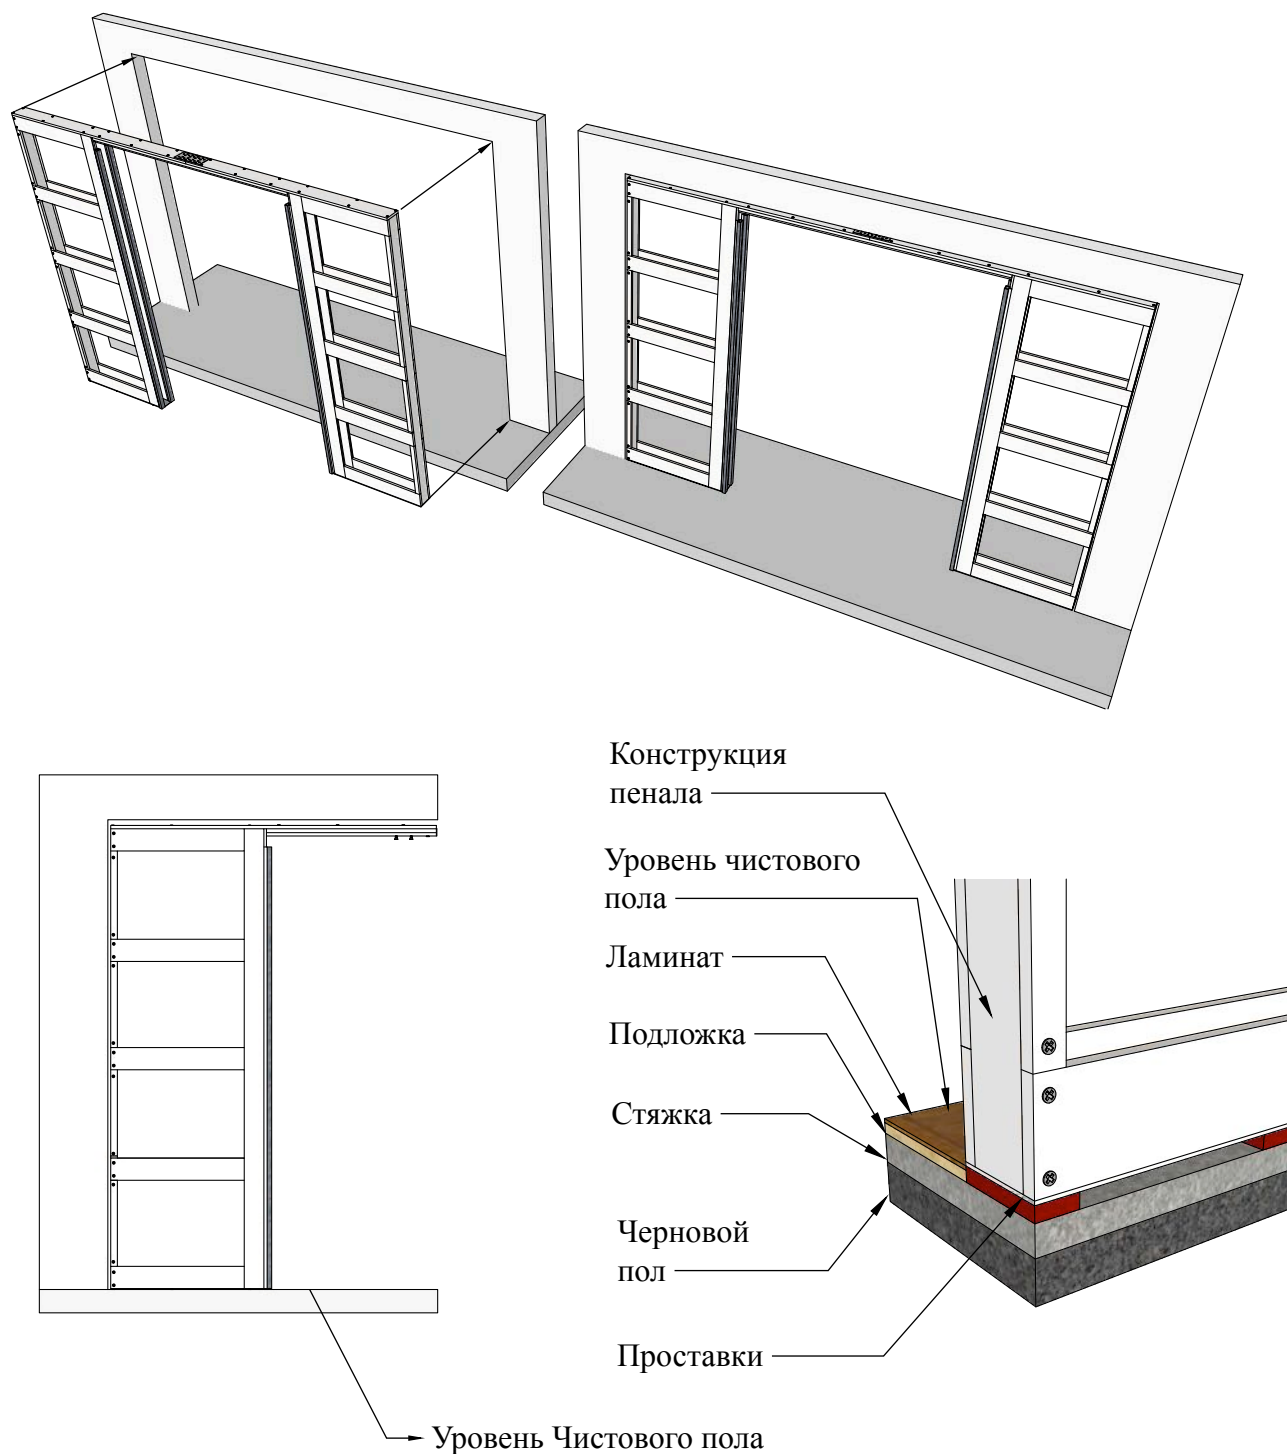

Рисунок 17
5. Установить собранный пенал в проём (Рис. 17).